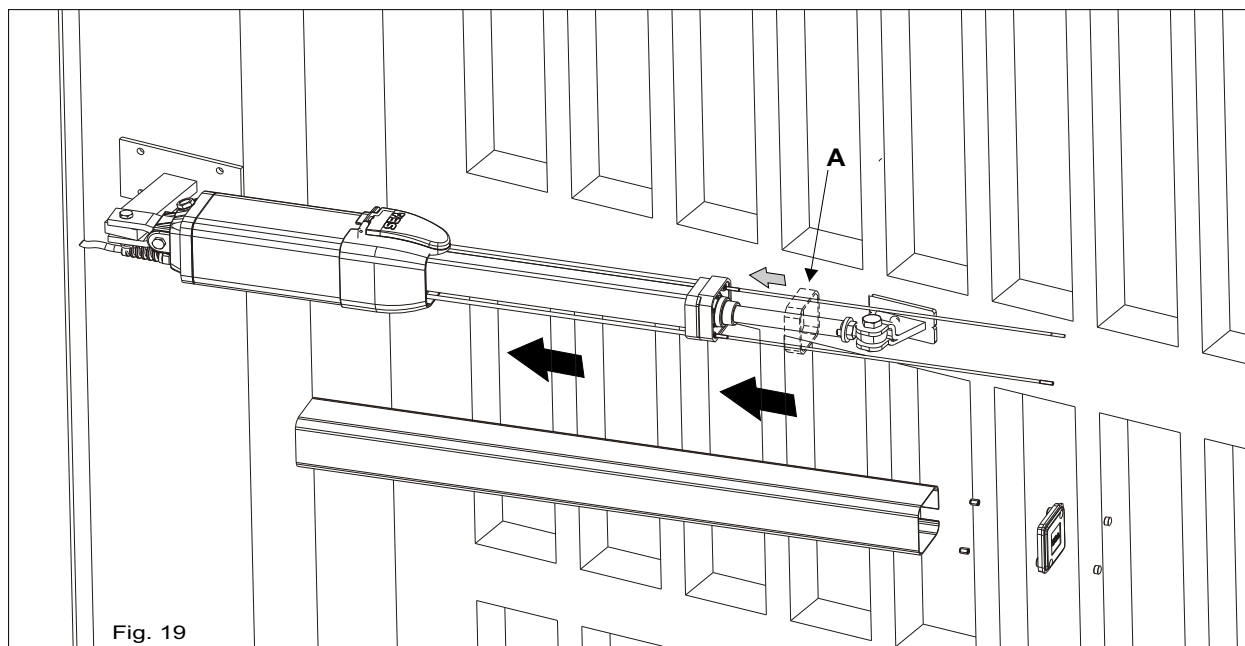

Fig. 19
Verificare di aver inserito la cornice in plastica antivibrazione (A) prima d'inserire l'estruso copristelo (Fig. 19)